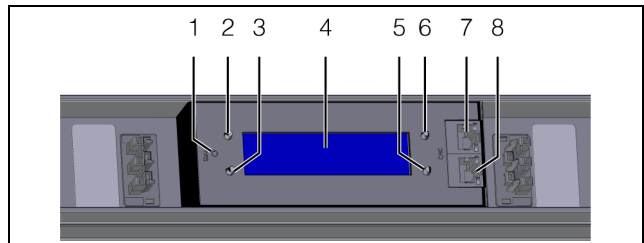

Abb. 6: Display und Bedienelemente
Die Anzeigerichtung des Displays sowie die Belegung der vier Tasten seitlich neben dem Display hängt von der Montagerichtung der PSM Messschiene ab. In der Legende zu Abb. 6 ist die Tastenbelegung für den Montagefall dargestellt, dass der elektrische Anschluss der PSM Messschiene unten liegt. Wird die PSM Messschiene so montiert, dass der elektrische Anschluss oben liegt, wird die Belegung der Tasten 2 und 5 sowie 3 und 6 getauscht. Die aktu-
In der Front der PSM Messschiene befindet sich links vom Display eine Multi-LED zur Statusanzeige (Abb. 6, Pos. 1). Des Weiteren sind am CAN-Bus-Anschluss (Abb. 6, Pos. 7 und 8) weitere LEDs angeordnet. Beim Herstellen der Verbindung zur CMC III Processing Unit blitzen alle LEDs einmal kurz auf.
- Drücken Sie bei ausgeschaltetem Display die „Return“-Taste (Abb. 6, Pos. 3). Der Startbildschirm erscheint.
- Wählen Sie auf dem Hauptbildschirm mit der „Abwärts“-Taste das Menü **Circuit 1** oder **Circuit 2** für die PSM Messschiene 16 A (DK 7859.050) bzw. **Fuse 1** oder **Fuse 2** für die PSM Messschiene 32 A (DK 7859.053) an (Abb. 6, Pos. 5).
- Halten Sie die „Esc“-Taste (Abb. 6, Pos. 2) gedrückt.
- Drücken Sie für ca. 3 Sekunden zusätzlich die „Abwärts“-Taste (Abb. 6, Pos. 5).
- Wählen Sie mit der „Abwärts“-Taste die Zeile „Yes“ und bestätigen Sie Ihre Auswahl mit der „Return“-Taste (Abb. 6, Pos. 3).